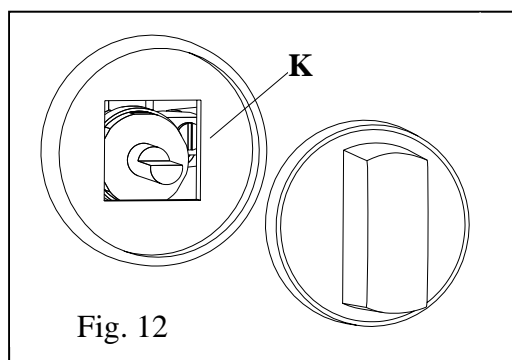

Fig. 12
- (FR)** Après raccordement ou changement de gaz, il est **impératif** de reprendre ce réglage. Déposer la manette, allumer le brûleur, passer en position min., puis agir à l'aide d'un tournevis sur la vis de réglage **K** (fig. 12).
- (GB)** After connection or change of gas, it is **crucial** to modify this adjustment. Remove the control knob, light the burner, adjust to minimum setting, then use a screwdriver to set the adjusting screw **K** (fig. 12).
- (NL)** Na het aansluiten of na het overschakelen op een andere gassoort, is het **absoluut noodzakelijk** de minimumstand van elke brander opnieuw in te stellen. Verwijder de bedieningsknop, steek de brander aan, zet hem op minimumstand en draai de stelschroef **K** in de gewenste stand met behulp van een schroevendraaier (fig. 12).